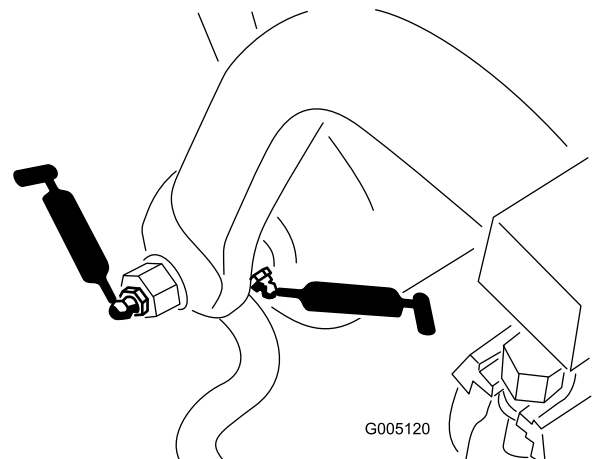

Bild 27
- Zugrahmenwelle und Rolle (12) (Bild 27)